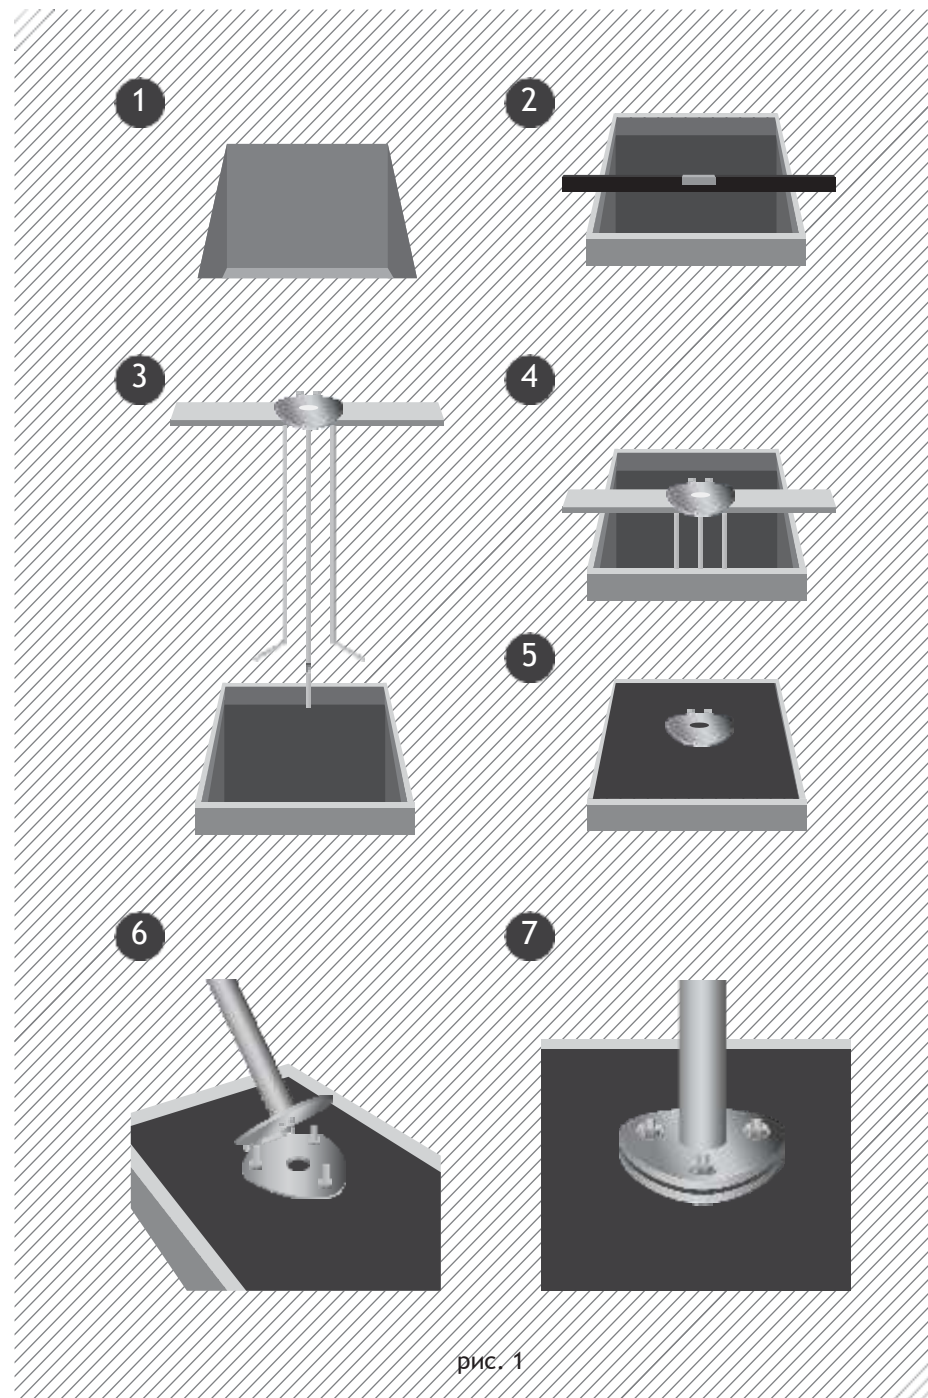

рис. 1
5.2.1 Установка фундамента (рис.1).